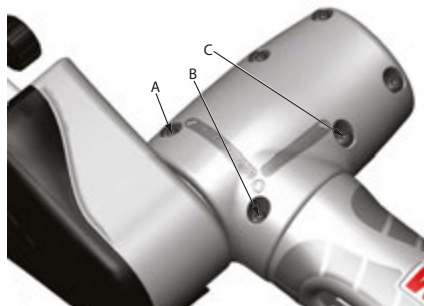

Fig. 4
2. Desserrer les vis d'assemblage M4 « A » et « B »: (Voir la fig. 4)
2. Desserrer les vis d'assemblage M4 « B » et « C »: (Voir la fig. 4)